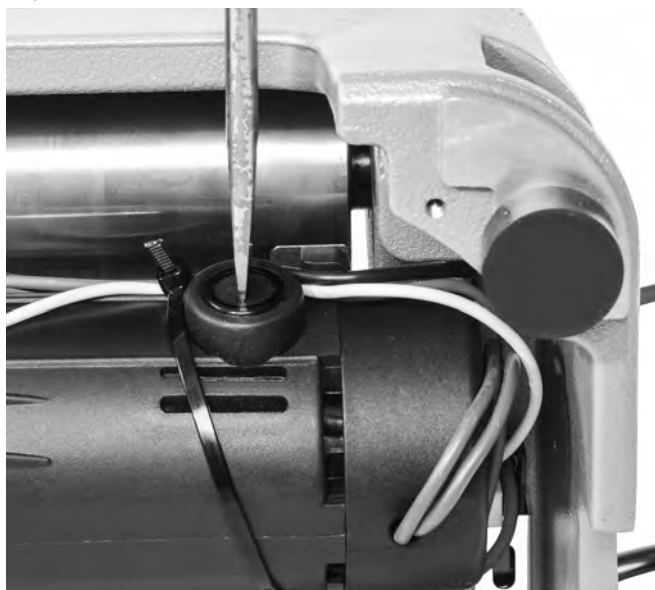
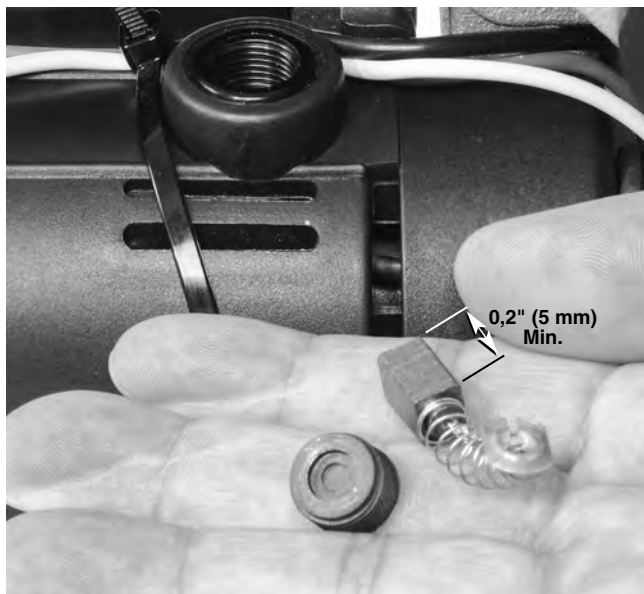

Figure 17 – Retrait des capuchons de logement de balais
Figure 18 – Mesure des balais
3. Servez-vous d'un tournevis pour dévisser et retirer les capuchons des logements de balais (Figure 17). Retirez délicatement les balais et mesurez-les (Figure 18). S'il en reste moins de 5 mm (0,2"), remplacez-les.